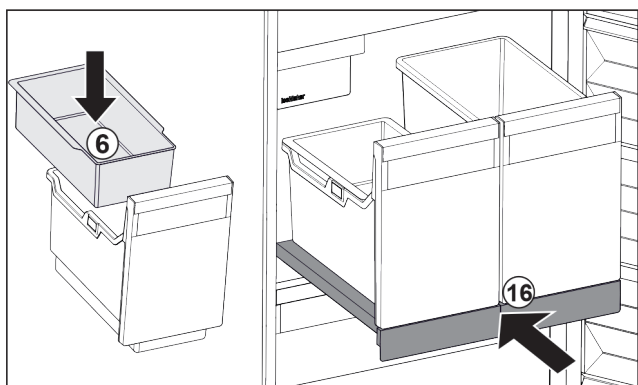

Fig. 32
- ▶ Włożyć półkę zawieszoną Fig. 32 (6) na kostki lodu.
- ▶ Wsunąć wysuwaną półkę z pojemnikiem (IceTower). Fig. 32 (16)